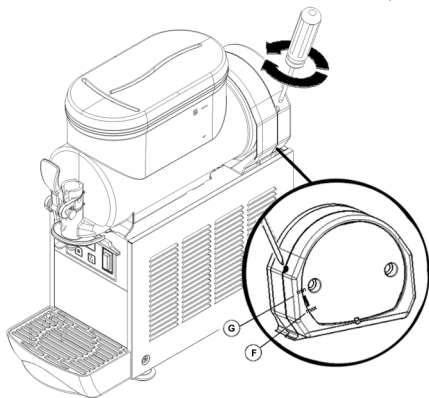

Bild 2
- 1 **Einstellung der Konsistenz:** Die optimale Konsistenz der Granita wurde werkseitig eingestellt. Soll diese Konsistenz geändert werden, mit einem Schraubenzieher die dafür an jeder der Rückwände des Dispensers vorgesehene Stellschraube wie folgt drehen (Bild 2):